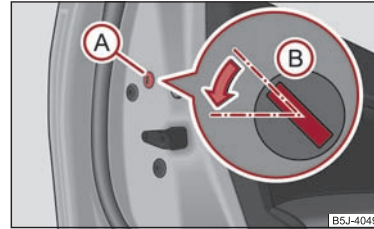

Abb. 27 Notverriegelung der Tür
- Bauen Sie die Blende (A) ab ⇒ Abb. 27.
- Führen Sie den Schlüssel in den Schlitz (B) ein und drehen Sie ihn in Pfeilrichtung in die waagerechte Stellung (bei den rechten Türen spiegelverkehrt).